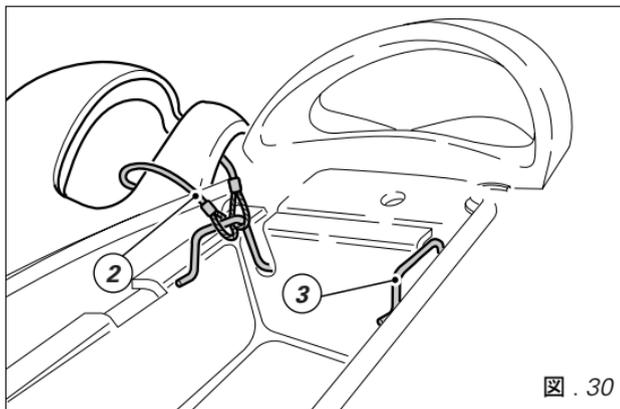

図 . 30
ロック (4) にイグニッションキーを差し込み、時計回りに 1/4 回転して、ボディからシートを外して下さい。シートを後方に引き、前方ホルダー (1) から引き抜きます。シート下後方に、ライダー / パッセンジャーのヘルメット固定用ケーブル (2) があります (59 ページ参照)。ケーブルをヘルメットに通してから、その端を 2 つあるフック (3) の片方に掛けて、外部に吊り下げて下さい (図 .30)。シートを取り付けて下さい。